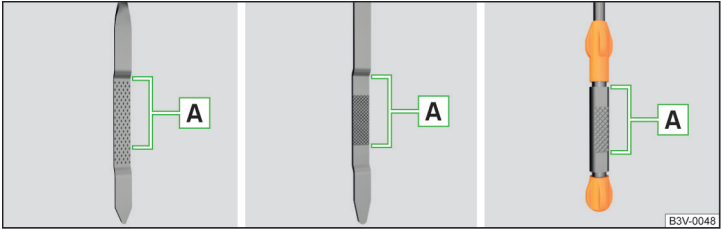

Fig. 321 Modelos de varillas del nivel de aceite
El nivel de aceite tiene que situarse en la zona **A** » fig. 321. ¡Si el nivel de aceite se encuentra por debajo de la zona **A** se debe rellenar aceite.
- El nivel de aceite no debe estar nunca fuera de la zona **A** » fig. 321. ¡Existe riesgo de daños del motor, así como en el sistema de gases de escape!